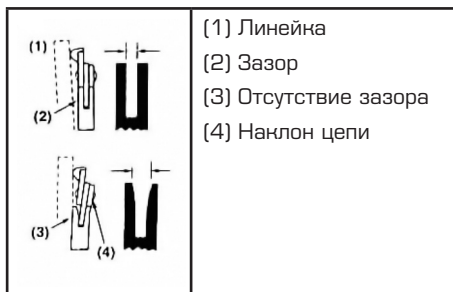

Рис. 33
- Направляющая должна всегда иметь перпендикулярный профиль. Проверить целостность направляющей. Приложить между направляющей и наружной поверхностью резца линейку. При нормальном состоянии направляющей сохраняется определенный зазор. В случае отсутствия зазора направляющая подлежит замене или ремонту (Рис. 33).